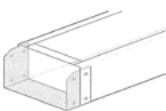

図1.2.8 金属ダクト相互の接続方式の例
- (4) 本体相互の接続は、図1.2.8に示すカップリング方式とする。